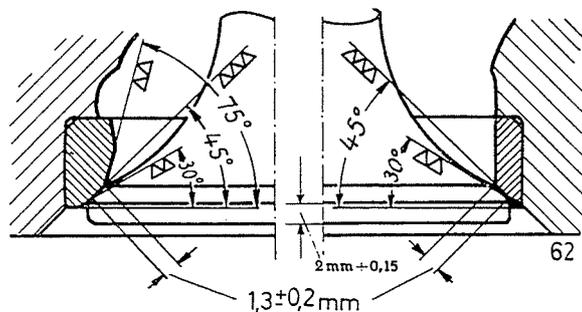

Bild 62 Ventilsitzbearbeitung
Bezüglich Bearbeitung des Ventilsitzes siehe Bild 62.
a) die Ventildichtfläche soweit ausgeschlagen bzw. durch Nachschleifen nach unten gewandert ist, daß das Maß von Ventil-Boden bis untere Ventilsitzkante (siehe Bild 62) 1 mm unterschreitet.